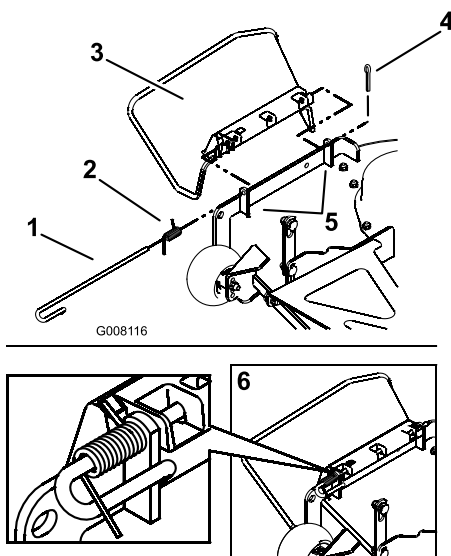

Figure 56
ressortir et que le ressort maintient le déflecteur d'éjection en position abaissée. Reportez-vous à la (Figure 56) pour l'orientation correcte.
- Repérez les éléments illustrés à la Figure 56.
- Orientez le ressort de sorte que le bout le plus court soit dirigé vers le déflecteur d'éjection et le bout le plus long soit dirigé vers le plateau comme illustré à la Figure 56. Placez le ressort sur la tige et glissez l'extrémité droite de la tige dans le support avant du déflecteur d'éjection, le déflecteur d'éjection et le support arrière du déflecteur d'éjection.